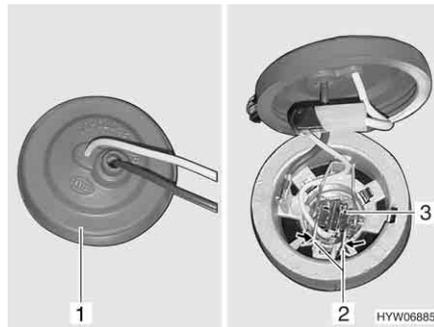

Bild 256 Nebelscheinwerfer
- Hinter den Nebelscheinwerfer greifen und Gummikappe (Bild 256,1) vom Lampengehäuse ziehen.
- Metallbügel (Bild 256,2) zusammendrücken und aus der Halterung schwenken.
- Glühlampe (Bild 256,3) mit Kabel aus dem Lampengehäuse entnehmen.